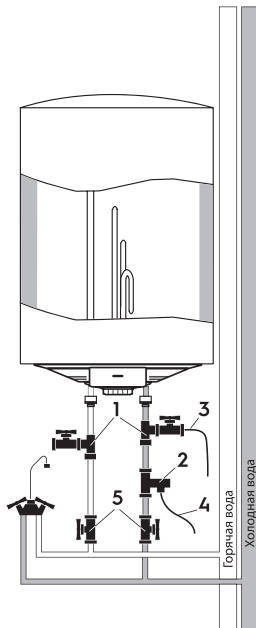

Рис. 5
2. Подключение обратного предохранительного клапана (рис.5, поз. 2): клапан следует устанавливать в месте входа холодной воды (удостоверьтесь, что гибкая сливная трубка (рис.5, поз. 4) установлена, на отверстие спуска давления и слива воды и направлена вниз в специальный дренаж для удаления воды).
3. При подключении к системе водоснабжения необходимо предусмотреть и реализовать установку индивидуальных запорных вентилей (рис. 5, поз. 5) на линии подачи холодной
5. Для упрощения процесса слива воды из водонагревателя рекомендуется на входе и выходе воды из водонагревателя установить тройники (рис. 5, поз.1).